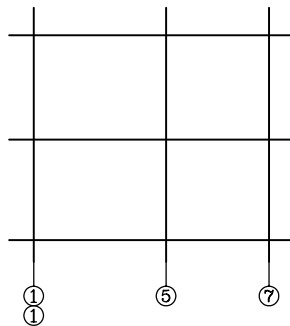

图 2-68 操作结果
3) 按〈Enter〉键, 完成一轴多号的操作, 结果如图 2-68 所示。